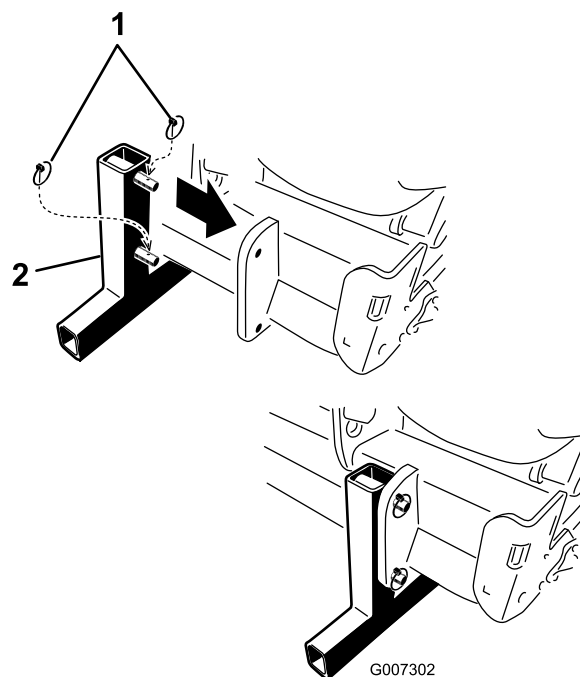

Figura 44
5. Montate i supporti di rimessaggio e fissateli all'arieggiatore con gli acciarini (Figura 44).